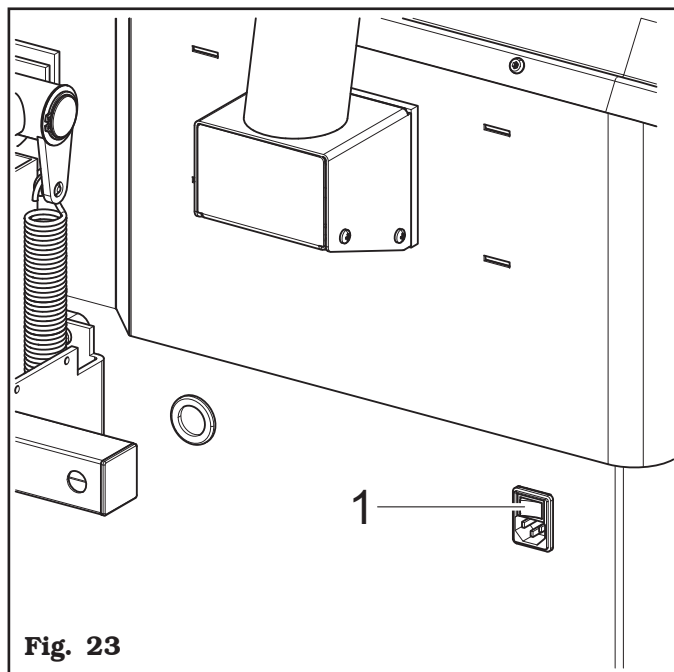

Fig. 23
Då anslutningen av uttag/stickkontakt gjorts, ska maskinen aktiveras via huvudströmbrytaren (**Fig. 23** ref. 1).
Tryck huvudströmbrytaren på "ON" (Fig. 23 ref. 1), vilken sitter på utrustningens baksida.
För att stänga av maskinen tryck huvudströmbrytaren på "OFF" (**Fig. 23 ref. 1**).